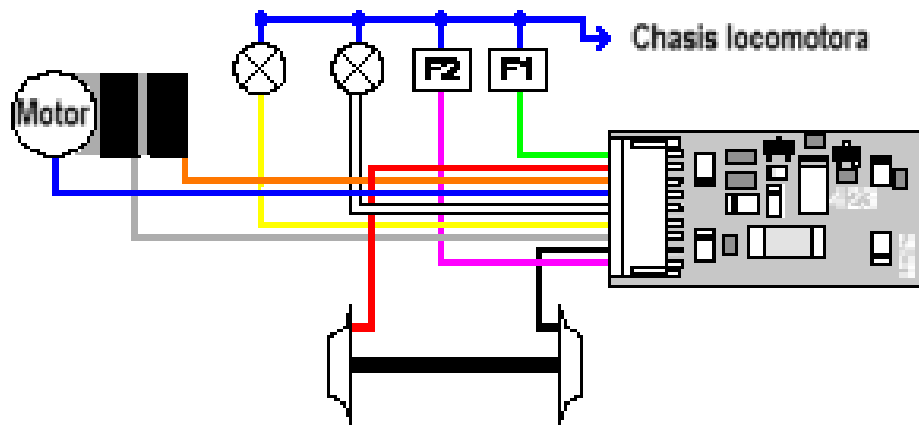
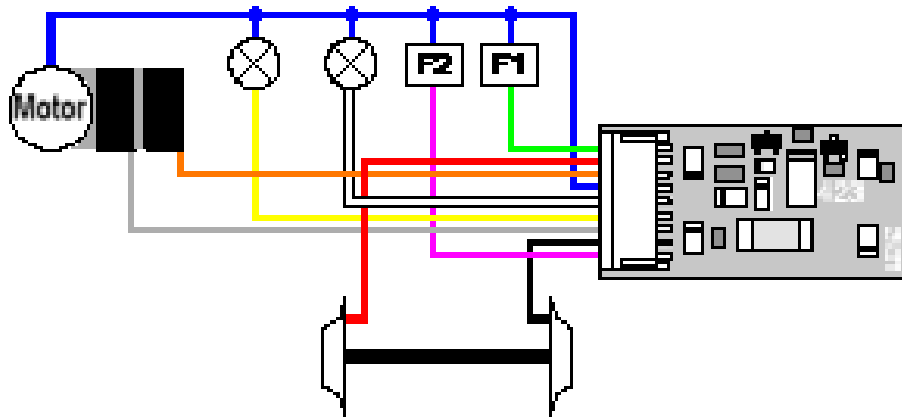

Figura 1: Alambrado del LE122 usando el voltaje de la vía.
Figura 2: Alambrado del LE122 un común flotante.
Hay dos opciones de instalación eléctrica para instalar el LE122, dependiendo de cómo se haya construido la locomotora. Las funciones del faro de locomotora direccionales podrían conectarse con su masa al voltaje de la vía así descrito en Figura 1, o, usar la masa de las salidas de función así descrito en la figura 2. También es posible una mezcla de ambas opciones.
Si las bombillas para los faros de locomotora direccionales están flotando (aisladas de los frotadores de las ruedas y del chasis) e hizo la conexión de la figura 2, brillarán con más intensidad comparando con la opción mostrada en la figurar 1. Además, los faros de locomotora direccionales funcionarán también operando en los diseños de corriente continua (DC) convencionales.
Si las funciones auxiliares y/o bombillas están aisladas, conecte el cable azul a su entrada de masa como se muestra en la figura 2. Ahora Vd. ya está preparado para programar la dirección de la locomotora y comenzar el test de rodadura.